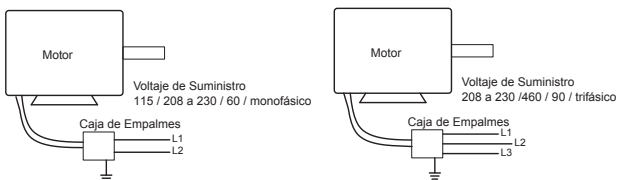

Figura 9
2. Conecte el motor en el voltaje que desee según el diagrama de cableado que se encuentra en el motor o consulte la Figura 9 para conocer el diagrama de cableado de conexiones.